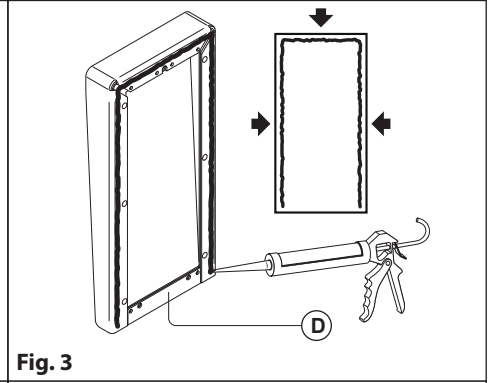
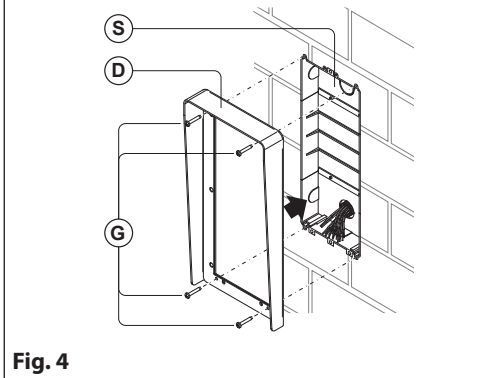

Fig. 3
Fig. 4
4. È possibile montare un tettuccio anti-pioggia **(D)** (**Fig. 3 e 4**) usando le viti **(G)** (**Fig. 4**) in dotazione. Il tettuccio ha il duplice scopo di proteggere dalla pioggia e di coprire eventuali difetti di muratura;
**⚠ Per prevenire infiltrazioni d'acqua, nel caso in cui la superficie del muro non sia perfettamente piana, si consiglia vivamente di apporre del silicone sul lato destro, sinistro e superiore del retro del tettuccio anti-pioggia **(D)** (**Fig. 3**);**
4. Il est possible de monter une protection anti-pluie **(D)** (Fig. 3 et 4) en utilisant les vis **(G)** (Fig. 4) fournies. La protection a le double objectif de protéger de la pluie et de cacher les éventuels défauts de maçonnerie ;
**⚠ Pour prévenir les infiltrations d'eau, si la surface du mur n'est pas parfaitement plane, il est vivement conseillé de mettre du silicone sur le côté droit, gauche et supérieur à l'arrière de la protection anti-pluie **(D)** (Fig. 3) ;**